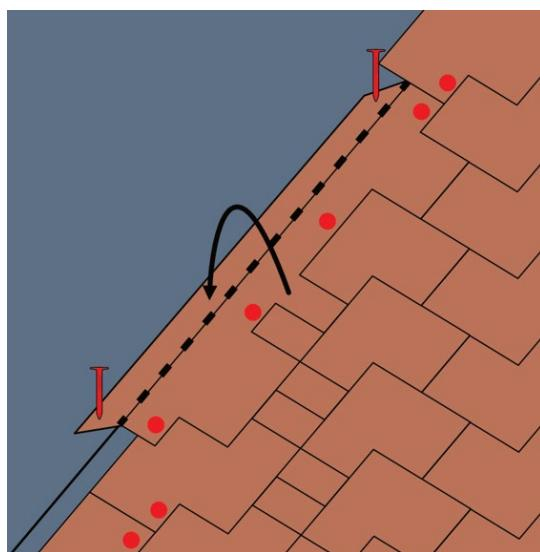

**Fig. 7 - Posa delle tegole**
- Applicare in corrispondenza della linea di gronda, sopra alla membrana/sottotegola, un cordolo di adesivo bituminoso Bitustick - Fig. 7;
- Procedere con la posa della prima fila di tegole: allineare il bordo laterale della prima tegola sulla verticale **y**, e il bordo superiore sull'orizzontale distante 14,3 cm da **x** - Fig. 7. Chiodare la tegola al sottofondo posizionando 4 chiodi per tegola, come da Fig. 8 a). Nel caso di pendenze di falda tra 60°- 85°, posizionare 2 chiodi aggiuntivi vicino al secondo e al terzo chiodo, per un totale di 6 chiodi per tegola, come da Fig. 8 b). Procedere con la posa di tutte le tegole della fila.
- Procedere con la posa della seconda fila di tegole partendo dalla retta verticale **y2** e allineando il bordo superiore della tegola alla retta orizzontale distante 28,6 cm da **x** - Fig. 7.